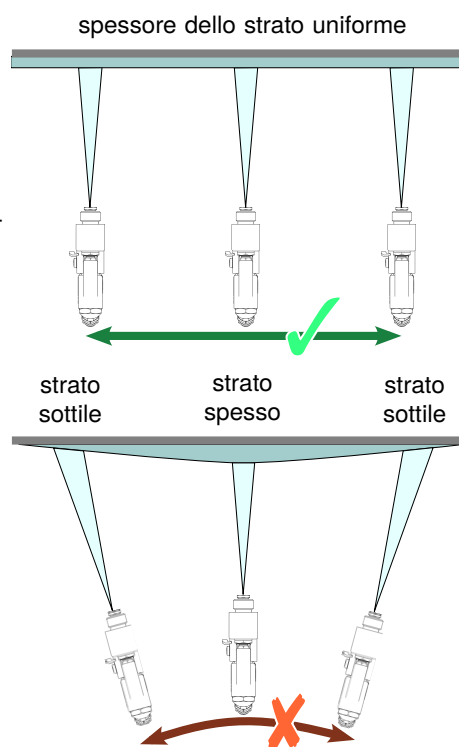

Fig. 17: Guida della pistola di spruzzatura
- ▶ Osservare una velocità uniforme e tenere la pistola di spruzzatura parallela alla superficie da rivestire. Se si fa oscillare la pistola di spruzzatura si ottiene un rivestimento irregolare (vedi Fig. 17).